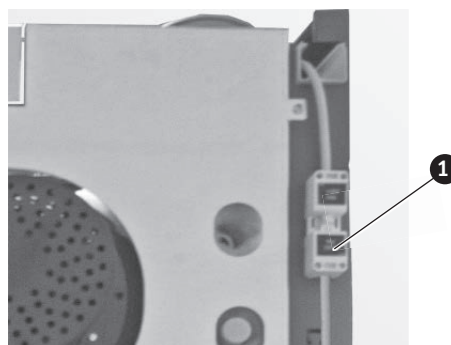

Fig. 99 Inserire risp. collegare la spina di rete
Tutti i collegamenti elettrici si trovano sul risp. nel quadro di comando – Fig. 99. La spina di rete si trova dietro sul rivestimento della caldaia. Nel quadro di comando si trovano le schede base e all'esterno del coperchio del quadro di comando si trovano i morsetti di collegamento (morsetti senza viti con molla a gabbia).
- ▶ Inserire risp. collegare la spina di rete sul retro della caldaia – Fig. 99.